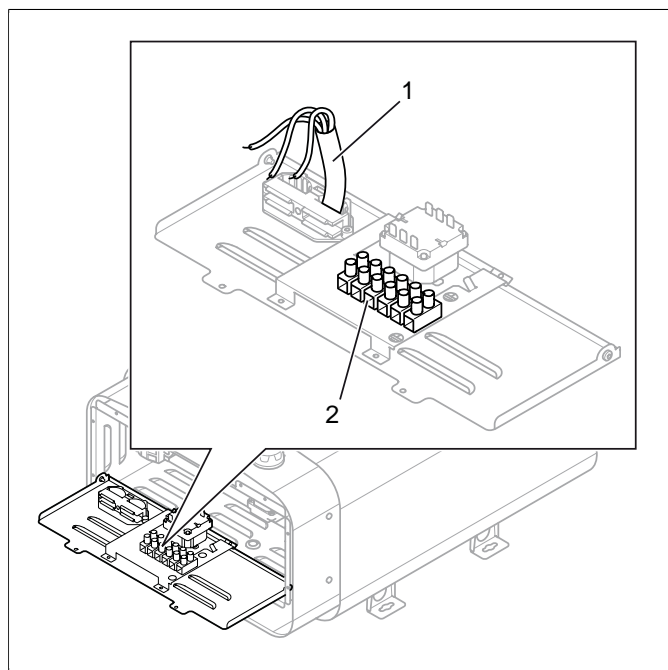

Fig 6: Kretskortet
Anslut elkabeln (1) i plint (2) (se **Fig 6**, sidan 4) enligt kopplingsschema (se Avsnittet **Anslutning/kopplingsschema**, sidan 6).